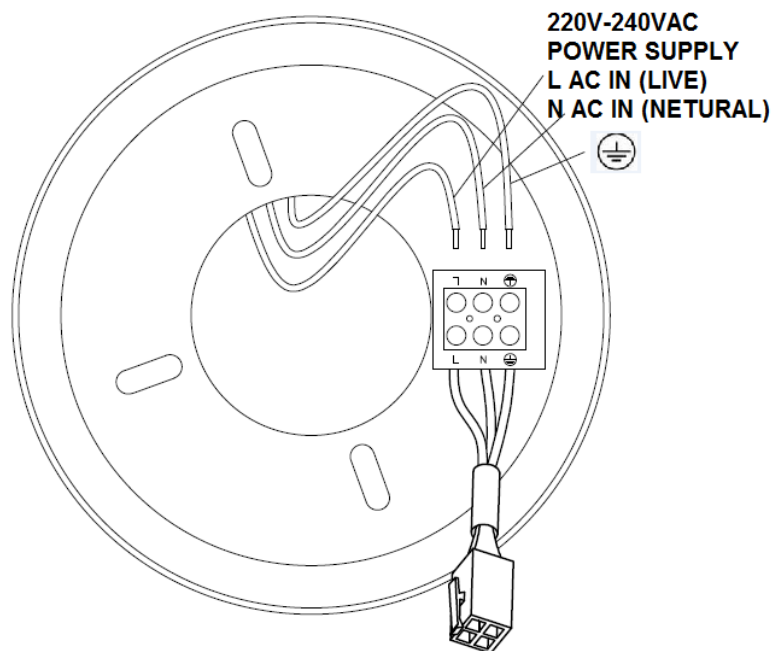

Abb. 4
- Führen Sie die Verkabelung gemäß dem nachfolgenden Schaltdiagramm aus. (Abbildung 4).
**VORBEREITUNG UND AUSFÜHRUNG DES ELEKTRISCHEN SCHALTDIAGRAMMS --- SCHALTDIAGRAMM (Abb. 4)**